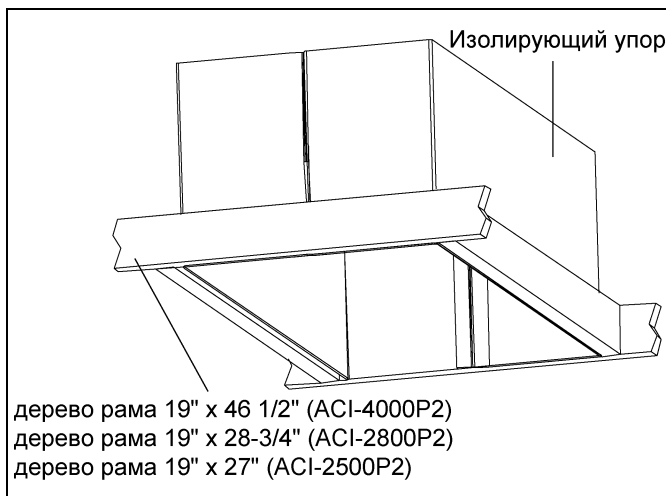
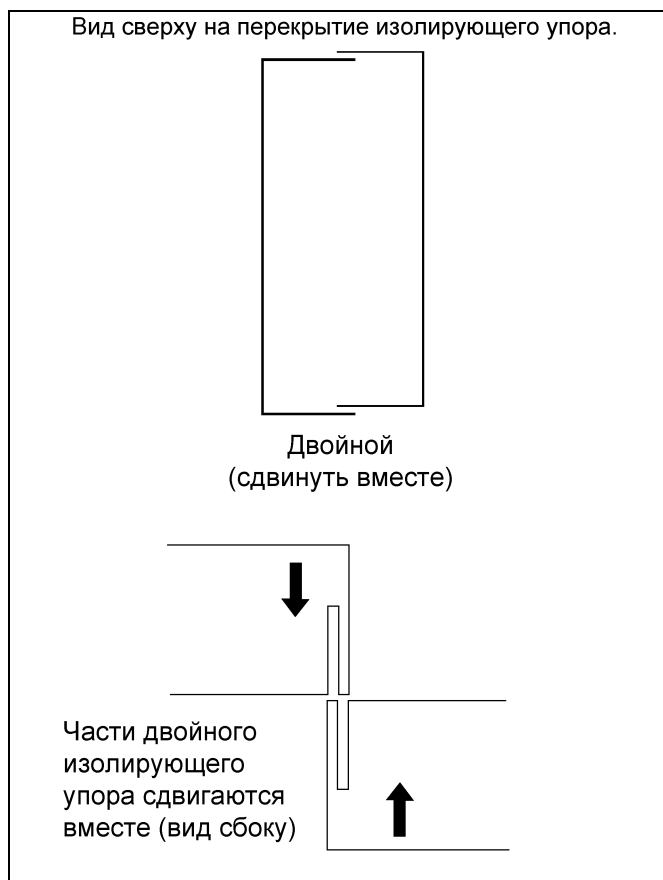

Рисунок 1
Рисунок 2
1. Для впуск ACI-4000P2, дерево рама с отверстием 19" x 46-1/2", для впуск ACI-2800P2, дерево рама с 19" x 28-3/4", для впуск ACI-2500P2, дерево рама с отверстием 19" x 27". (См. рис. 1.) См. рис. 6 на стр. 3 на которой приводится пример возможной компоновки встраивания ввода в систему.
2. Закрепите степлером изолирующий упор в проеме рамы, чтобы он располагался вровень с нижней стороной фермы. Концы изолирующего упора на сдвоенных моделях должны перекрываться запорными выступами как показано на рис. 1 и рис. 2.